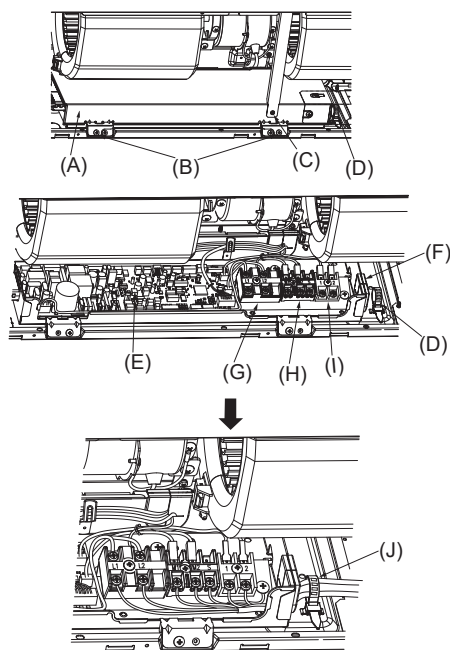

Fig. 6-1
6.1. Câblage électrique (Fig. 6-1)